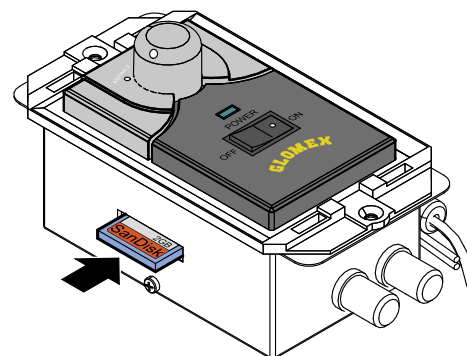

Fig. 27
3. Inserire la SD card nello slot posizionato sul fianco dell'unità di controllo, come indicato in Fig. 27, rispettando l'orientamento (lato con etichetta del produttore rivolto verso l'alto) ed assicurandosi di averla spinta correttamente fino in fondo.